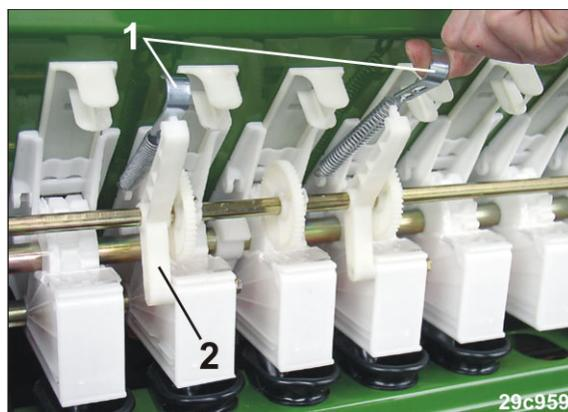

Рис. 239
2. Снимите натяжные пружины (Рис. 239/1) подшипников промежуточного вала (Рис. 239/2).